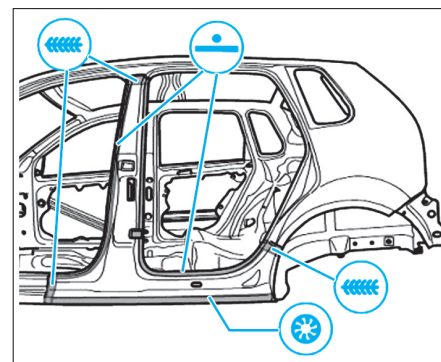

FIG. 52
- Souder le montant B comme illustré (Fig.52).